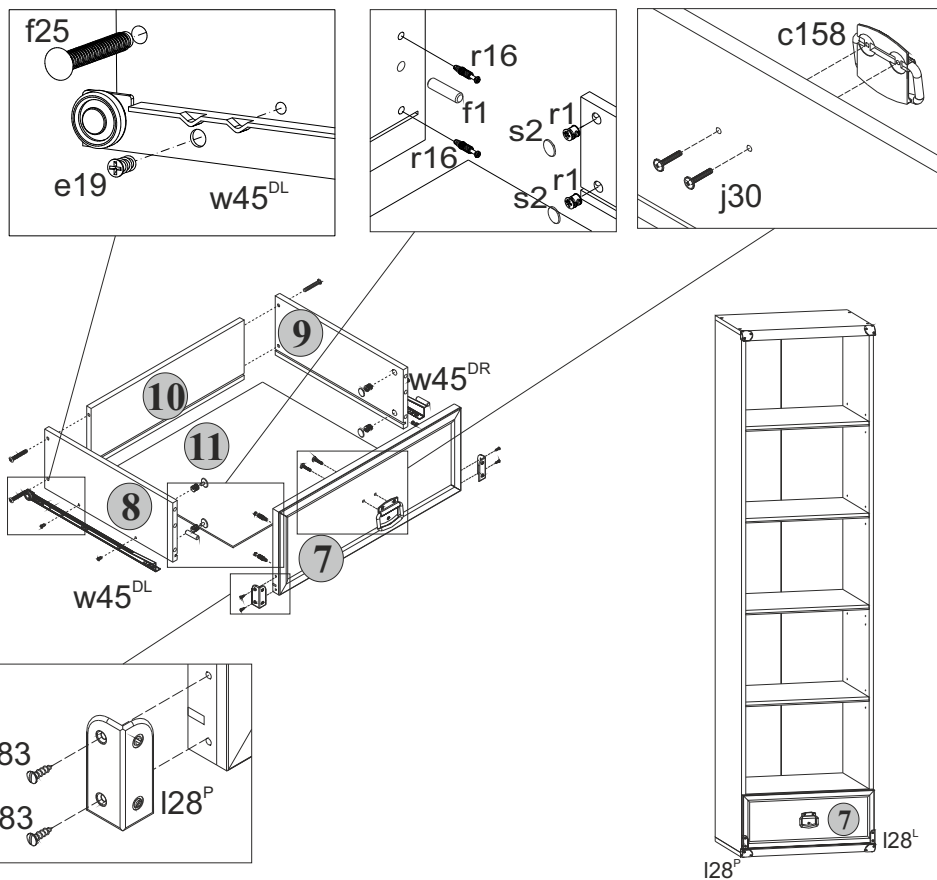

Рис. 3
5.13 В отверстия диаметром **8 мм** на передних кромках стенок боковых **8** и **9** корпуса выдвижного ящика вбить деревянные шканты **f1** (**см.рис.3**).
5.14 В отверстия диаметром **15 мм** на внутренних поверхностях стенок боковых **8** и **9** корпуса выдвижного ящика вставить стяжки эксцентриковые **г1** (**см.рис.3**).
5.15 В отверстия диаметром **5 мм** на внутренней поверхности панели передней **7** ящика выдвижного с помощью крестообразной отвертки вкрутить винты стяжки **г16** (**см.рис.3**).
5.17 Соединить панель переднюю **7** с корпусом ящика выдвижного и затянуть стяжки эксцентриковые заглушками **s2** (**см.рис.3**).